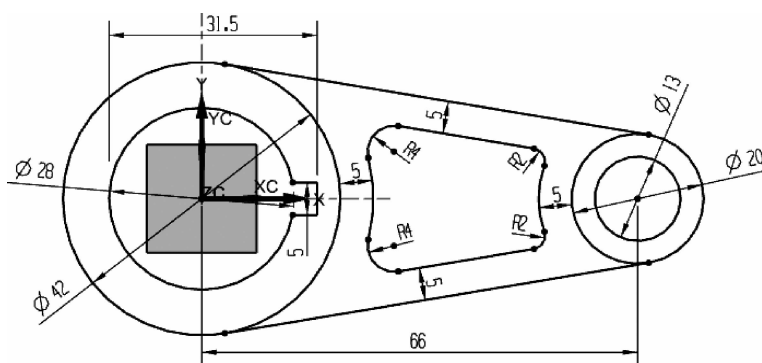

图 2-38 创建矩形键槽
①在“草图”工具条中单击图标,绘制一个矩形,并设置与 X 轴对称约束。
②在“草图”工具条中单击图标,执行“快速修剪”命令,对草图进行修剪。
③在“草图”工具条中单击图标,执行“自动判断尺寸”命令,分别标注尺寸,如图 2-38 所示。